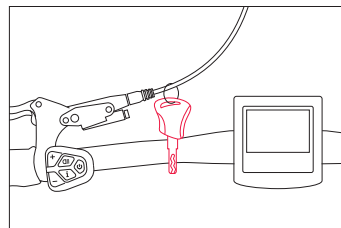

Abbildung 3
Schritt 1: Suchen Sie die Schlüssel am Lenker (Abb.3) und entfernen Sie sie. Wenn Sie die Schlüssel vom Lenker entfernen, achten Sie darauf, keine der Drähte zu beschädigen.